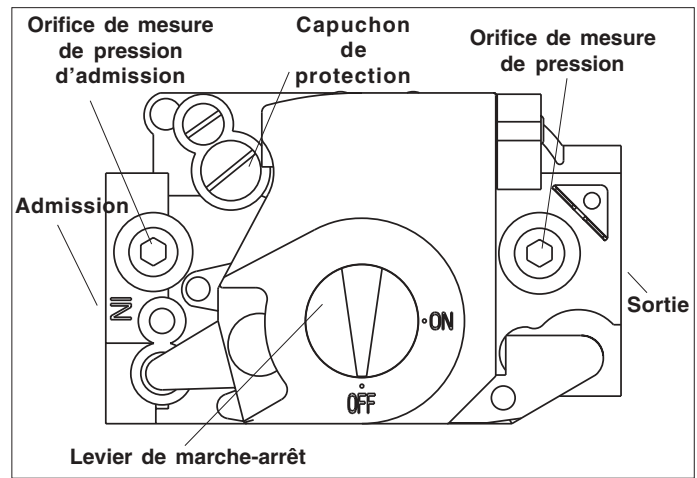

Figure 4. Robinet de gaz
2. Avec une clé mâle de 3/16 po, enlever le bouchon de vérification de pression de la tubulure, à l'extérieur du robinet de gaz. Consulter les détails à la figure 4.
6. Laisser l'appareil fonctionner pendant trois (3) minutes et vérifier la pression de la tubulure.